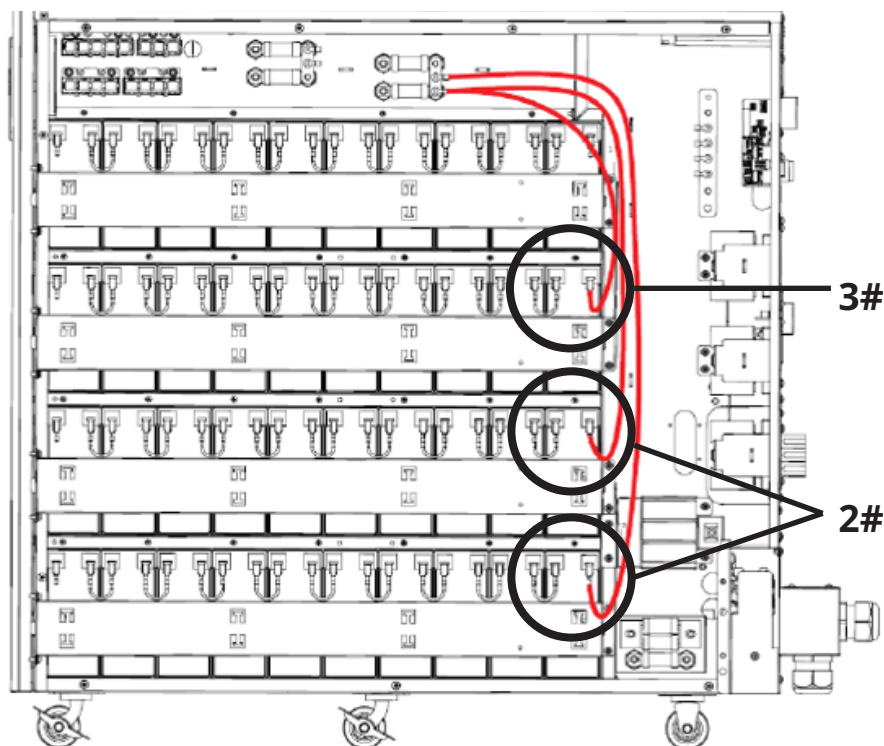

Figure 3-14 : connecter les modules de batteries au fusible positif
9. Connecter les trois modules de batteries au fusible positif (Figure 3-14).